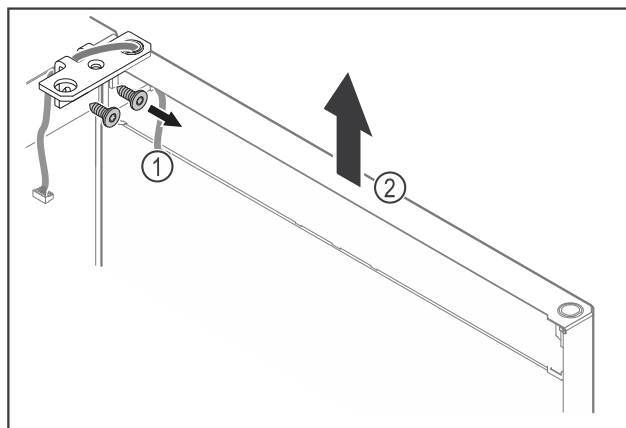

Fig. 20
- Отвинтите шарнирные уголки Fig. 20 (1).
- Дверь вместе с шарнирными уголками поднимите строго вертикально вверх Fig. 20 (2) приблизительно на 200 мм и снимите.